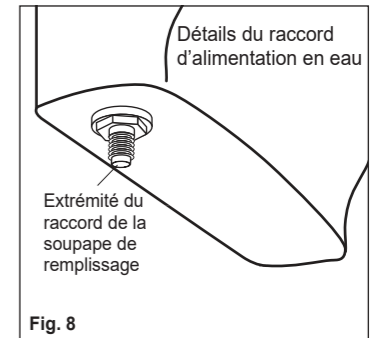

Fig. 8
10. Raccorder le tuyau d'adduction à la valve d'entrée comme démontré à la figure 8 et vérifier le fonctionnement.